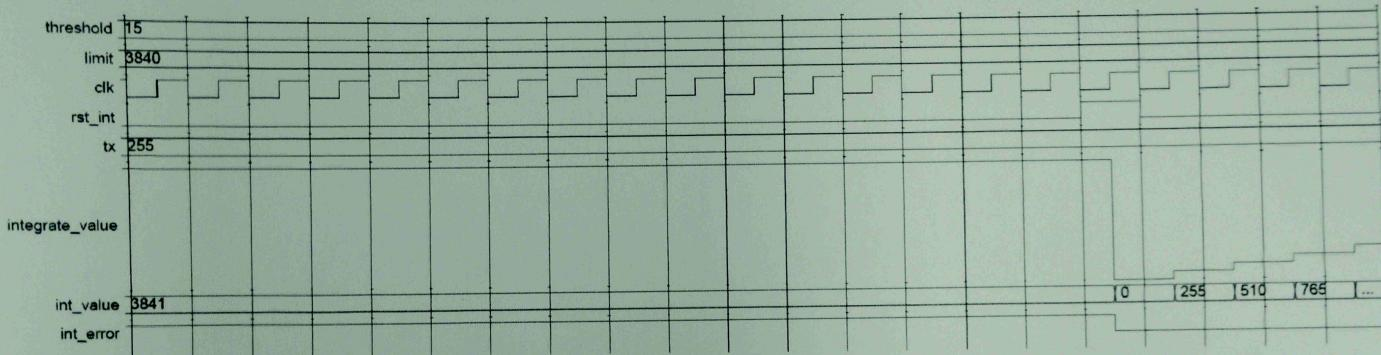

Abbildung 2
- Das Signal "rst_int" setzt "integrate_value" und "int_error" synchron zurück (siehe Abbildung 2).